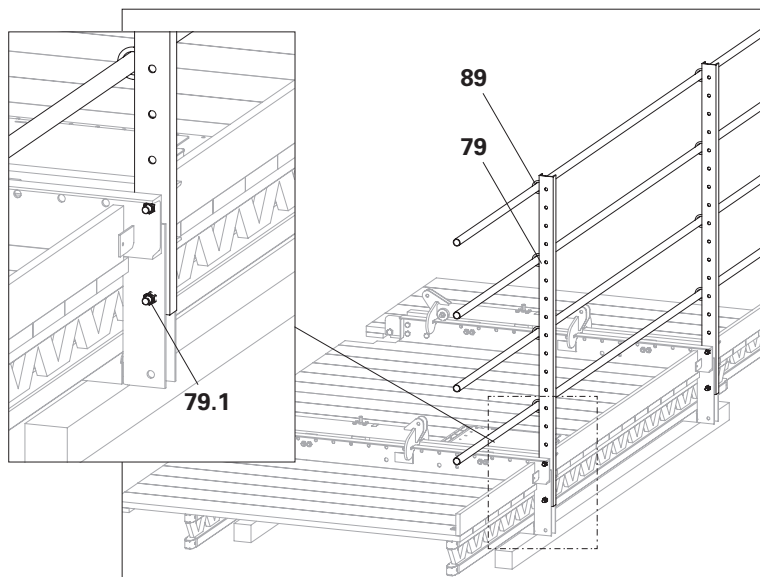

Fig. C2.04
2. Avvitare i tubi per impalcatura Ø 48 al montante parapetto con la morsa A64 (**89**), vedere sezione "Parapetti" a pagina 52. (Fig. C2.04)